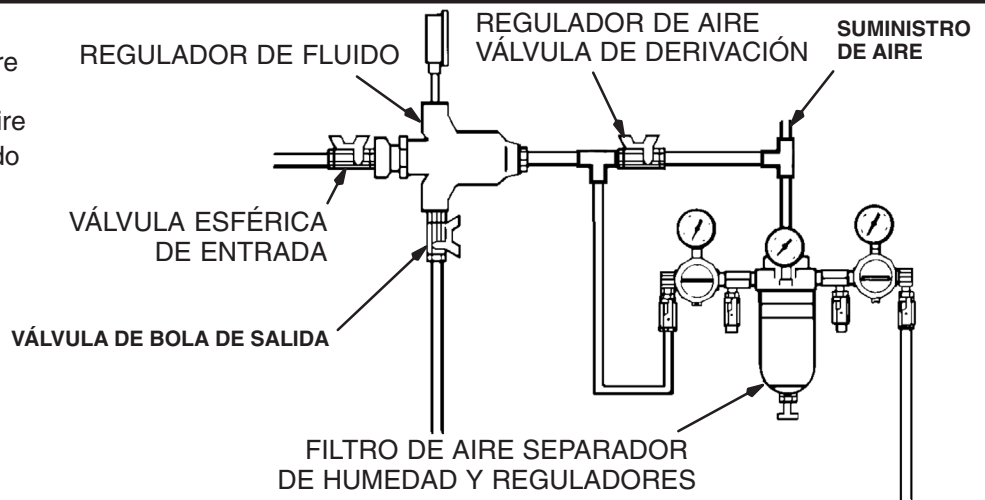
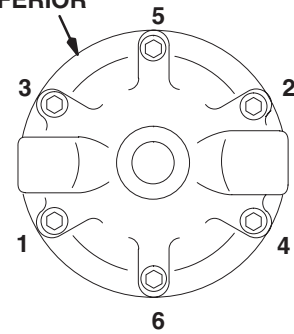

Fig. 2
Fig. 4
1. Ponga en marcha la bomba y abra la válvula esférica de entrada del regulador para admitir el fluido. Vea la Fig. 2.
2. Cierre la válvula esférica de la entrada de aire del regulador. Consulte la Fig. 2.
5. Desmonte la unión giratoria (23) y el muelle (40) del cuerpo del regulador.
6. Desmonte la bola (20), el asiento (16) y la junta (15). Vea la Fig. 4.
9. Saque la membrana (22) y la junta (26).
10. Retire el muelle (3), la espiga de la válvula (9), y la junta (21) del alojamiento de la espiga (18).
12. Coloque el alojamiento de la espiga (18) en un torno de banco. Sucesivamente, vaya colocando la junta (26), la membrana (22) – *con el lado de PTFE blanco hacia abajo, hacia el alojamiento inferior*, y la arandela (17) en el alojamiento de la espiga (18). Sujételos con la contratuerca (13). Apriete ésta al alojamiento de la espiga con un par de 28–47 N.m.
13. Instale la espiga de la válvula (9), el muelle (3), la junta (21), y el tornillo de retención (10) al alojamiento de la espiga (18). Asegúrese de que la lengüeta de la espiga de la válvula (9) encaja en la ranura del tornillo (10).
15. Instale las piezas montadas en el alojamiento (6).
16. En el modelo 214980, apriete el racor de la línea de aire (29) en la tapa (7). Apriete a un par de 28–47 N.m.
17. Instale la tapa (7). Apriete los seis tornillos de cabeza (1) en la secuencia indicada en la Fig. 4, **Vista inferior**, y al par de apriete indicado.
18. Instale la junta (15), el asiento de la válvula (16), y la bola (20) en el alojamiento (6).